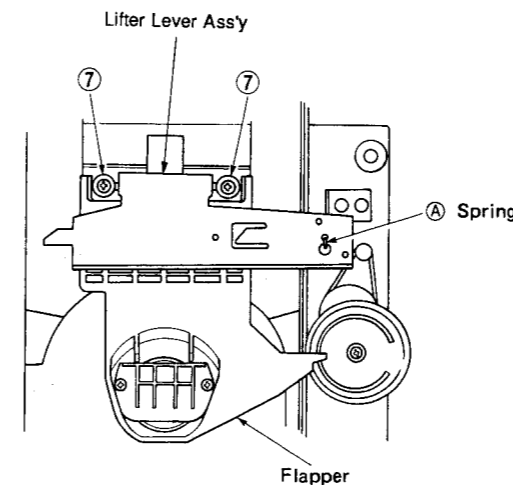

Fig. 4
a. Remove spring (A) in Fig. 4.
b. Remove 2 screws (⑦) in Fig. 4, and then remove the Flapper and lifter lever assembly.
a. Aのスプリングをはずす。(Fig. 4)
b. ⑦のネジ2本をはずし、フラッパー及びリフターレバーAss'yをはずす。(Fig. 4)